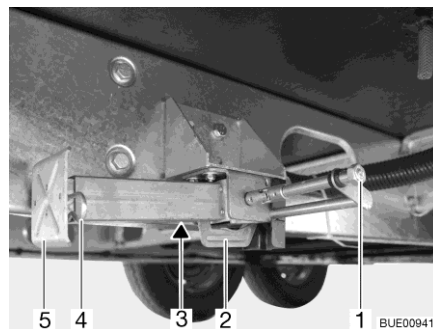

Bild 40 Hubstütze
- Am Sechskant (Bild 40,1) den Steckschlüssel aufstecken und drehen, bis die Hubstütze senkrecht nach unten steht.
- Wenn die Länge der Hubstütze verstellbar ist, den Splint (Bild 40,4) aus der Stützfußverlängerung (Bild 40,5) herausziehen.
- Am Sechskant (Bild 40,1) den Steckschlüssel aufstecken und drehen, bis die Hubstütze wieder vom Boden frei ist.
- Stützfußverlängerung (Bild 40,5) ganz einschieben und Splint (Bild 40,4) in die vorgesehene Bohrung an der Stützfußverlängerung stecken.
- Am Sechskant (Bild 40,1) drehen, bis die Hubstütze nach oben geschwenkt ist und die Führung (Bild 40,2) ganz am Ende des Schlitzes (Bild 40,3) ansteht.